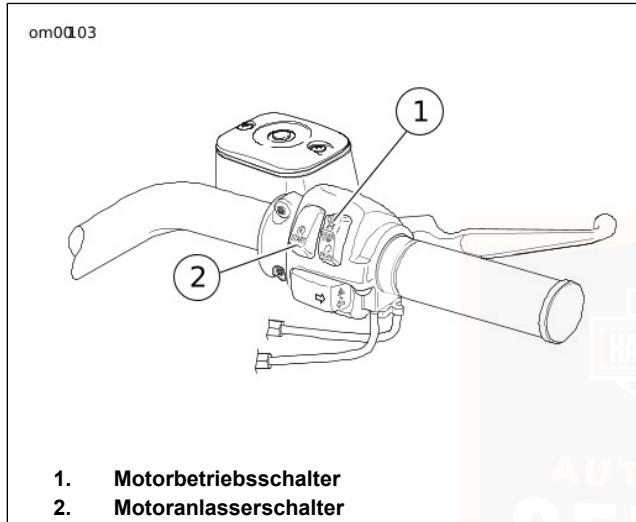

Abbildung 22. Bedienelemente am rechten Lenker
2. Siehe Abbildung 22. Den Motorbetriebsschalter in BETRIEB-Stellung bringen.